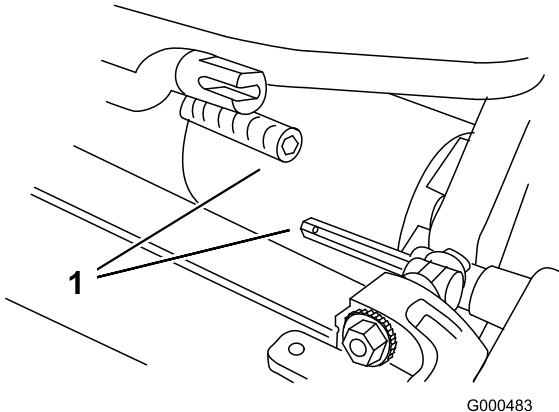

Figura 49
- Tire de la unidad de corte unas 51 mm hacia adelante, y luego a la derecha, para desconectar el acoplamiento de la transmisión (Figura 49).